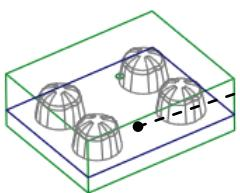
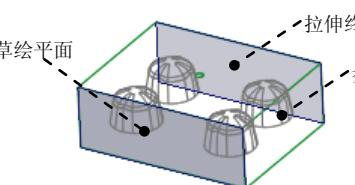
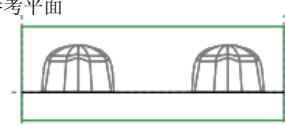

图 22.22 创建主分型面
图 22.23 定义草绘平面
图 22.24 截面草图
Step5. 通过拉伸的方法，创建图 22.22 所示的分型面。
(1) 单击 **分型面** 功能选项卡 **形状** ▾ 区域中的 **拉伸** 按钮，此时系统弹出“拉伸”操控板。
(2) 定义草绘截面放置属性。右击，从弹出的菜单中选择 **定义内部草绘...** 命令；在系统 **选择一个平面或曲面以定义草绘平面...** 的提示下，选择图 22.23 所示的表面为草绘平面，接受默认的箭头方向为草绘视图方向，然后选取图 22.23 所示的表面为参考平面，方向为 **右**，单击 **草绘** 按钮，系统至此进入截面草绘环境。
(3) 绘制截面草图。选取坯料的边线和 **MAIN_PARTING_PLN** 基准平面为草绘参考，截面草图为一条线段。绘制完成图 22.24 所示的特征截面后，单击“草绘”操控板中的“确定”按钮 .
(4) 设置深度选项。
① 在操控板中选取深度类型 **到选定的**。
② 将模型调整到图 22.23 所示的视图方向，然后选取图 22.23 所示的表面为拉伸终正面。
③ 在“拉伸”操控板中单击 按钮，完成特征的创建。